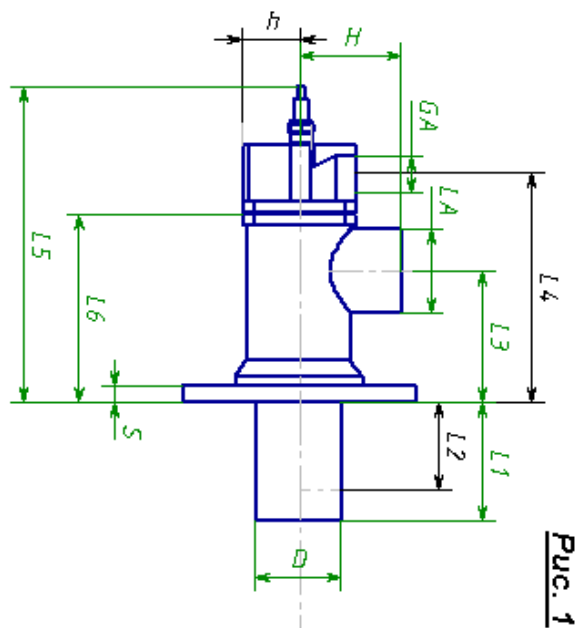

Рис. 1
- отсоединить импульсную воздушную трубку от золотника 8 на корпусе 3 (см.рисунок 1);